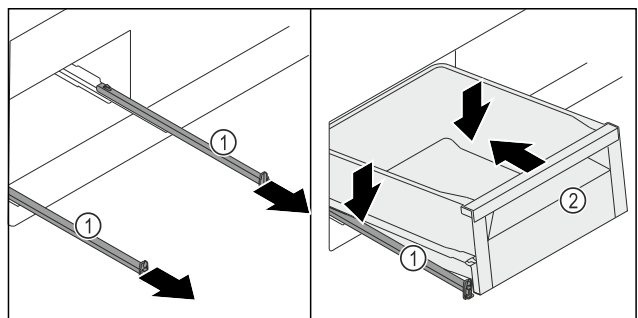

Fig. 259
- Витягніть рейки Fig. 259 (1).
- Міцно тримаючи рейки Fig. 259 (1), установіть висувний ящик Fig. 259 (2) зверху під кутом на рейки Fig. 259 (1).
- Всуňte висувний ящик Fig. 259 (2) на рейках Fig. 259 (1) до упору назад.